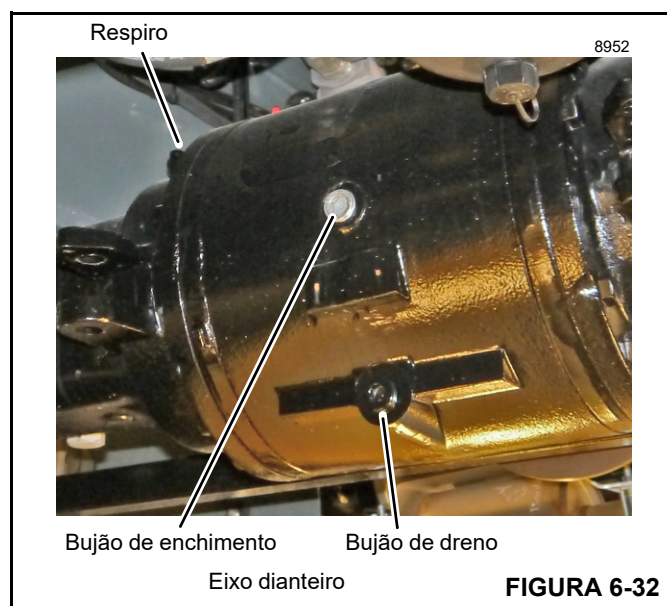

FIGURA 6-32
1. Limpe em torno do bujão de enchimento (Figura 6-32 ou Figura 6-33) e remova-o.
4. Limpe o respiro do eixo dianteiro (Figura 6-32) com um solvente adequado. Verifique se o furo no tubo do respiro está voltado para o cubo do eixo (voltado para a direita).